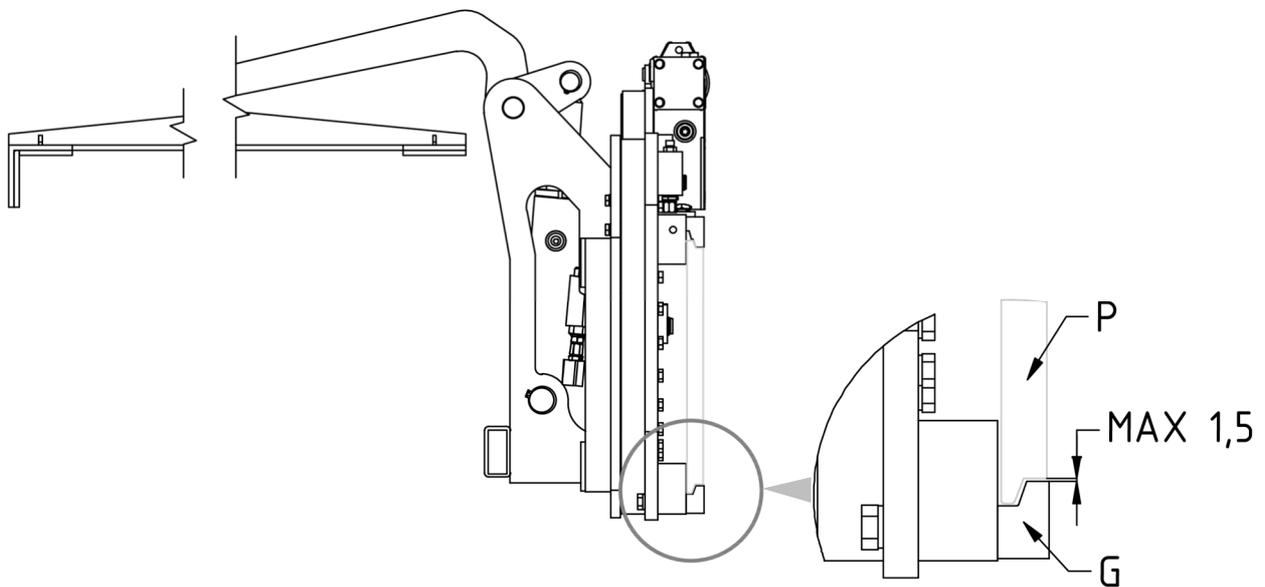
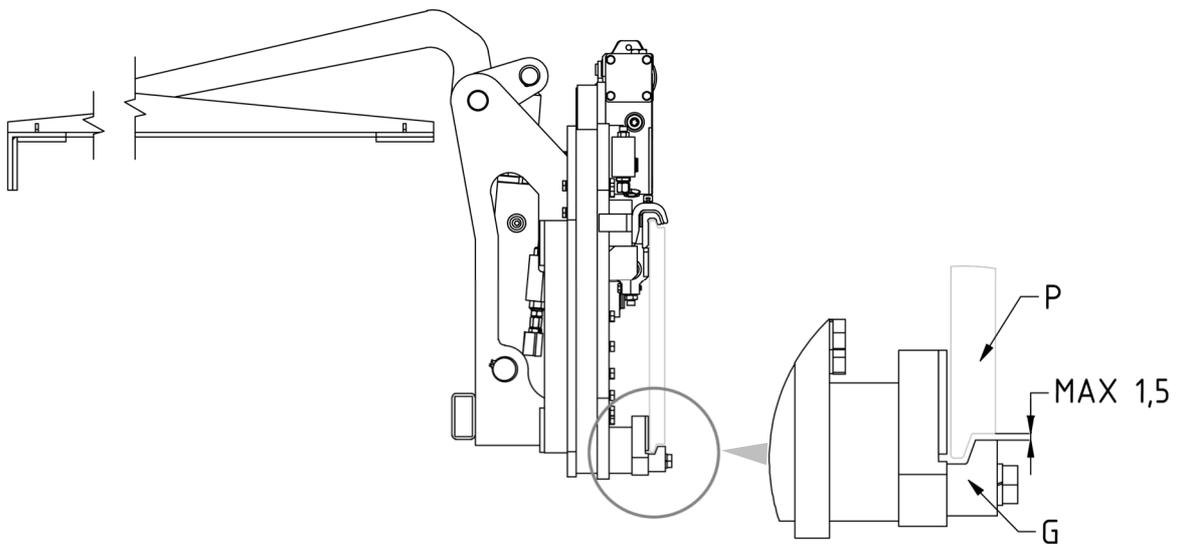

Abbildung 4
Abbildung 9
7. Schrauben Sie die 2 unteren Haken **G** so an, dass ihr Körper auch unterhalb der Gabelträgerplatte **P** eingehängt bleibt (mit einem Spiel von max. 1,5 mm, siehe Detail *Abbildung 4*) und ziehen Sie sie mit dem in der *Tabelle 3* genannten Anzugsmoment an.
8. Schrauben Sie die 2 unteren Haken **G** so an, dass ihr Körper auch unterhalb der Gabelträgerplatte **P** eingehängt bleibt (mit einem Spiel von max. 1,5 mm, siehe Detail *Abbildung 9*) und ziehen Sie sie mit dem in der *Tabelle 4* genannten Anzugsmoment an.
3. Überprüfen Sie das Spiel zwischen dem unteren Teil der Gabelträgerplatte und den unteren Haken des Geräts und stellen Sie sicher, dass es den Angaben in *Abbildung 4 (Seite 12)* und *Abbildung 9 (Seite 16)* entspricht. Falls erforderlich, ziehen Sie die Schrauben nach, die diese Teile halten.